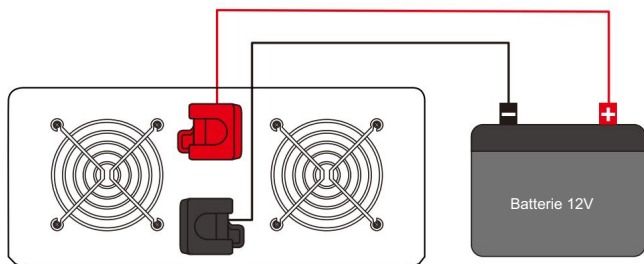

Figure 3
Schéma de connexion de la batterie. (Voir figure 3)
- Étapes de raccordement pour l'installation Veuillez vous référer au schéma de câblage de la figure 3.